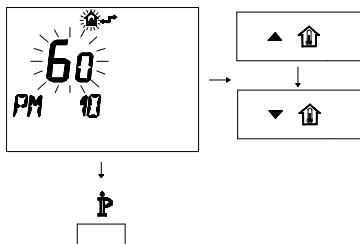

Figura 5.87
- Per modificare il SET programmato agire sui pulsanti o e aspettare che il numero programmato cominci a lampeggiare (Figura 5.87).